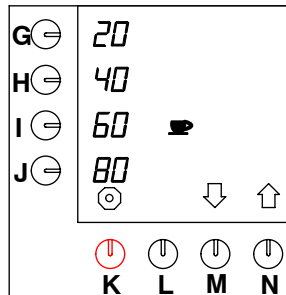

Fig. 25 Regolazione dei tasti di selezione preprogrammati per le tazze
- Premere il tasto di selezione (N.) \uparrow fino a che sullo schermo viene visualizzato quanto illustrato nella fig. 25 .